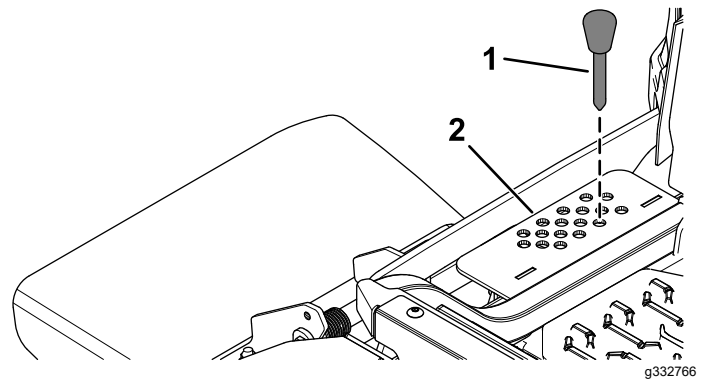

Figura 31
2. Nella staffa dell'altezza di taglio scegliete un foro corrispondente all'altezza richiesta, ed inserite la spina (**Figura 31**).